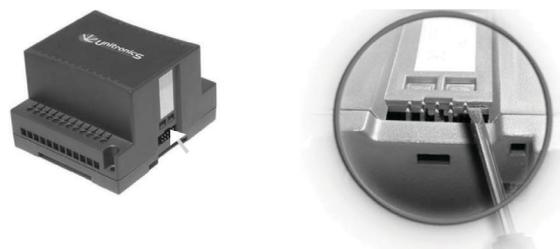

Рис. 38
2. Соблюдая осторожность, чтобы не повредить кабель, откройте другую сторону прибора, вставив острое лезвие отвертки, как показано на рис. 38, и осторожно нажав вверх.